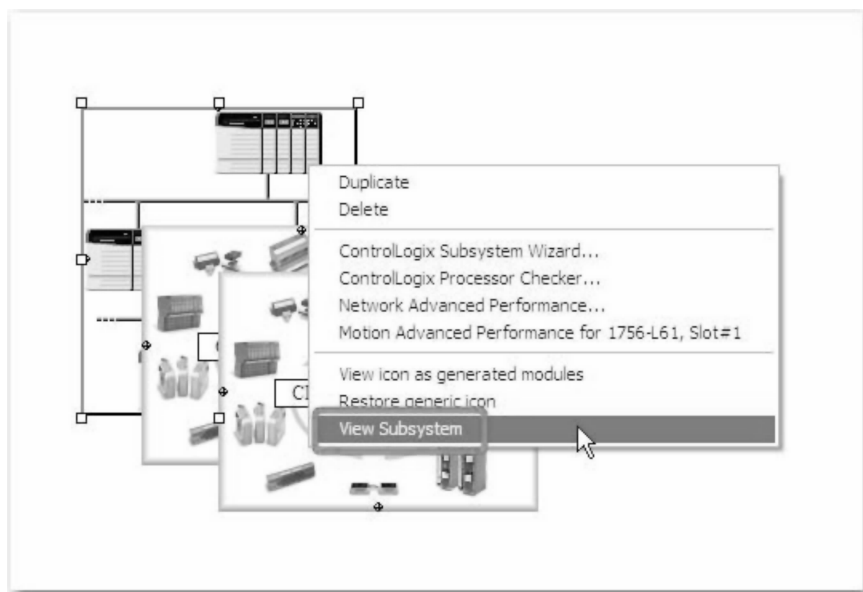

图 26-76 系统视图
31. 在系统视图中,右键单击 ControlLogix 向导图标并选择“查看子系统”(View Subsystem),如图 26-76 所示。